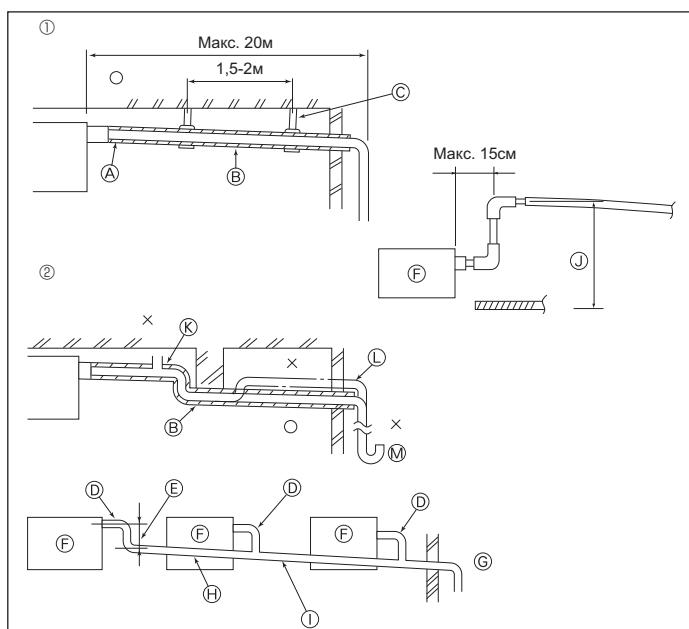

Fig. 3-4
- ① Оберните поставляемую изоляцию большого диаметра вокруг трубы для газа и убедитесь в том, что край изоляции касается боковой стороны прибора.
- ② Оберните поставляемую изоляцию малого диаметра вокруг трубы для жидкости и убедитесь в том, что край изоляции касается боковой стороны прибора.
- ③ Зафиксируйте оба конца каждого изоляционного покрытия с помощью поставленных лент. (Прикрепите ленты на расстоянии 20 мм от краев изоляции.)
3.4. Дренажные трубы (Fig. 3-4)
- ① Правильное соединение труб
- ② Неправильное соединение труб
- ③ Изоляция (9 мм или больше)
- ④ Наклон вниз (1/100 или больше)
- ⑤ Поддерживающий метал
- ⑥ Выпуск воздуха